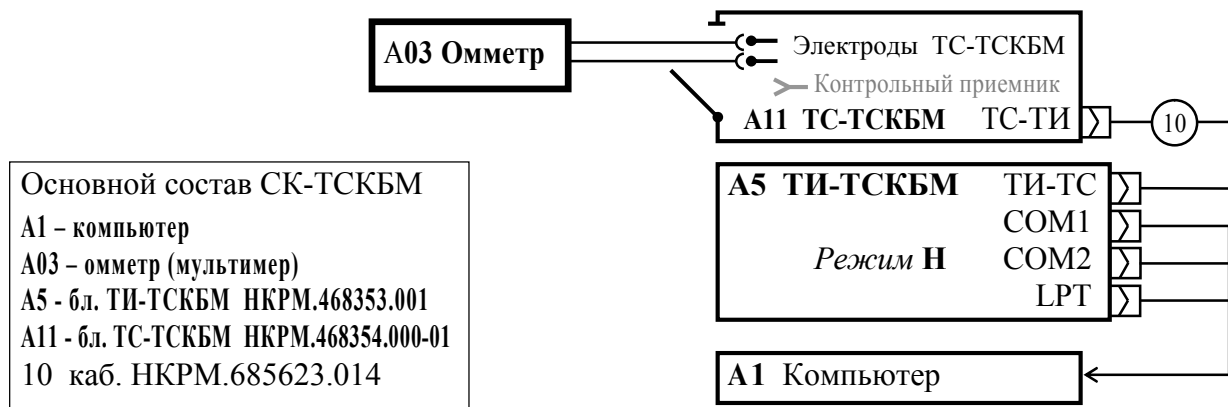

Рисунок 6.4.3- Схема испытаний калибровка
6.4.4.1 Соберите схему испытаний по рис. 6.4.3. Включите аппаратуру по п.6.2.2. Установите на мультиметре режим измерения сопротивления.
- 3) Подключите к электродам блока ТС-ТСКБМ мультимер в режиме омметра по схеме рис. 6.4.3.